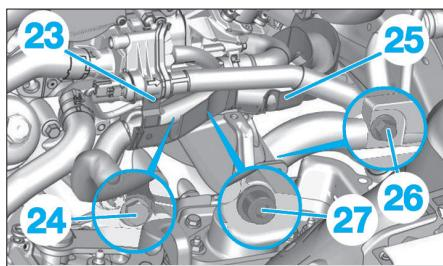

Fig. 8
- les vis (23) et (24) (**Fig.8**).
- Ecartez la goulotte de faisceau moteur (25).
- la vis (26) du fil de masse,
- la vis (27) du démarreur.